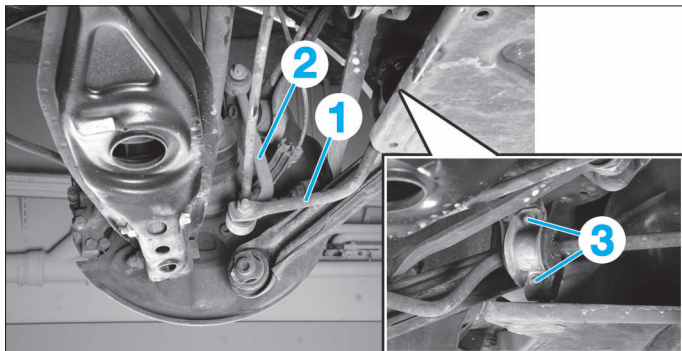

FIG. 27
- Désaccoupler la barre stabilisatrice (1) (Fig.27) de la biellette de liaison (2).
- les fixations (3) des paliers de barre stabilisatrice.